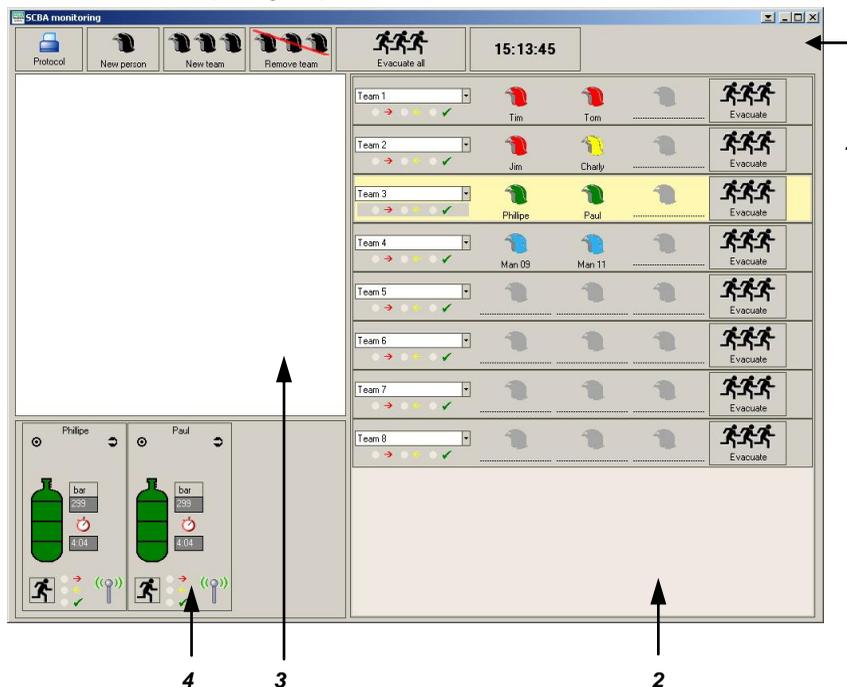

Fig. 14 Software de monitoramento de telemetria da interface do usuário
- Display detalhado com a pressão, tempo de serviço restante e alarme, e a barra de menu (→ Fig. 14).